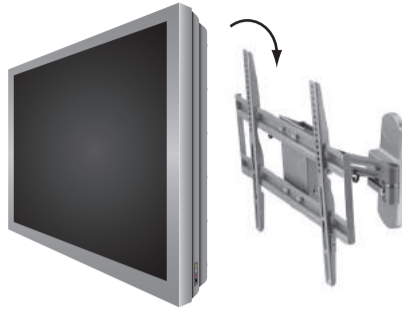

Abb. 4 – Bildschirm vorsichtig an der Wandplatte einhängen.
- Mit Hilfe einer anderen Person den Bildschirm vorsichtig heben und an der Halterung positionieren (siehe Abb. 4). Den Bildschirm in der Mitte der Halterung positionieren und nicht loslassen, solange nicht die Arme der Halterung fest an den Stangen befestigt sind.